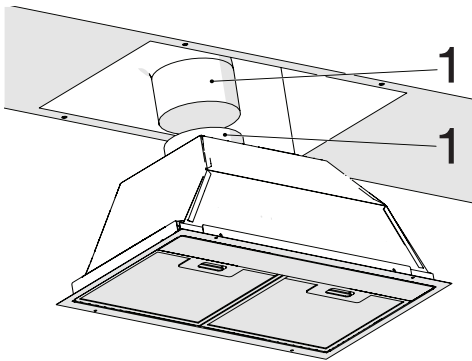

Fig. 9
- Acoplar la tubería de salida de aire a la salida de aire de chimenea y sujetarla con una abrazadera (Fig. 9).